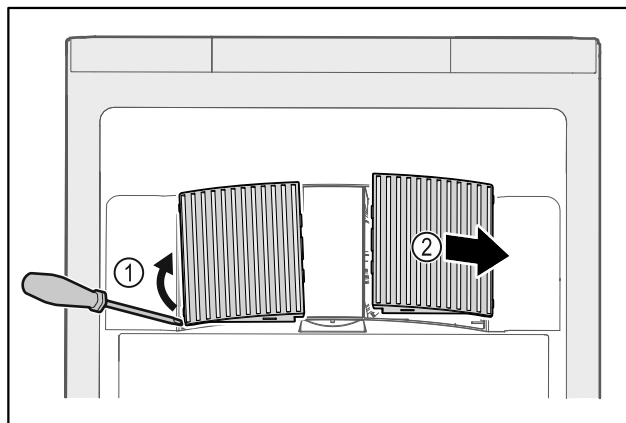

Fig. 234
- ▶ Ventilatoriaus uždangalus atsargiai nukelkite iš šono Fig. 234 (1) ir nuimkite į priekį Fig. 234 (2).